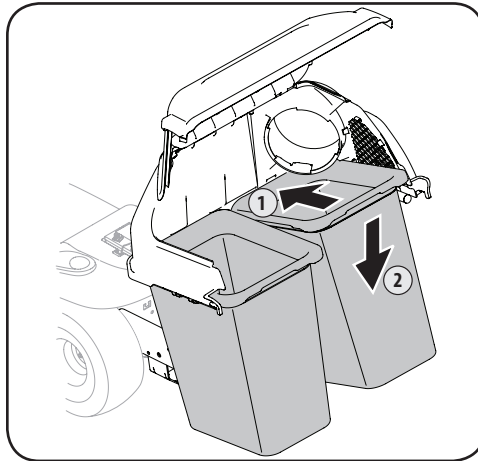

Figura 4-18
8. Instale ambos conjuntos de bolsas recolectoras de césped con los lados de engrane apretados hacia adelante, a las ménsulas de soporte de las bolsas insertando el borde delantero primero, como se muestra en la Figura 4-18, y manteniendo el borde trasero hacia abajo hasta que encaje en la unidad